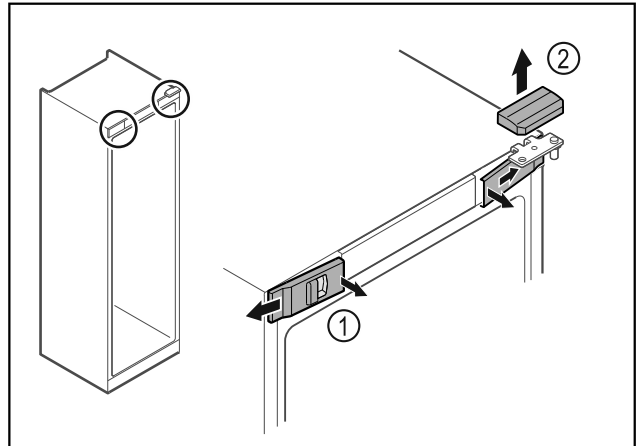

Fig. 5
- Ξεκουμπώστε εσωτερικά τα μπροστινά καλύμματα Fig. 5 (1) και αφαιρέστε τα προς το πλάι.
- Αφαιρέστε προς τα επάνω το επάνω κάλυμμα Fig. 5 (2).